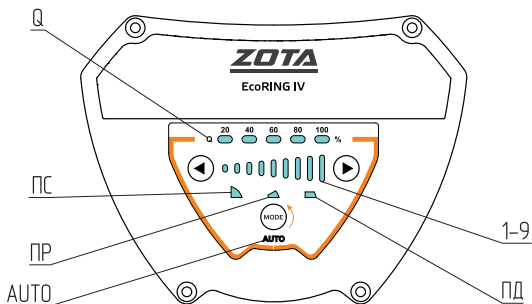

Рис.17 Световые области на панели управления
7.9.1. При включенном электропитании сегменты световой области №6 (см.рис.17) будут отображать статус работы. Когда насос работает - световая область скорости всегда горит. Если эта область мигает, то в работе насоса есть проблемы. Описание соответствия индикаторов возможным проблемам указано в таблице 10.